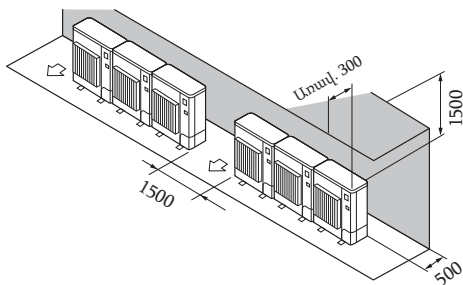

Fig. 2-14
- ② Շրջապատող իրեր՝ միայն հետևի մասում և վերևից (Fig. 2-14)